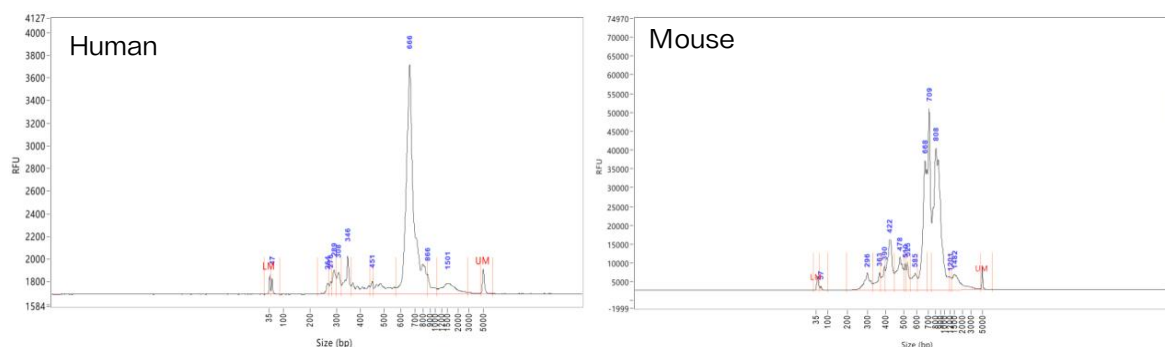

图5 全长 TCR 二轮富集产物质检图
- 3) 质检结果请参照图 5，均显示一条特异条带，在 700 bp 左右。